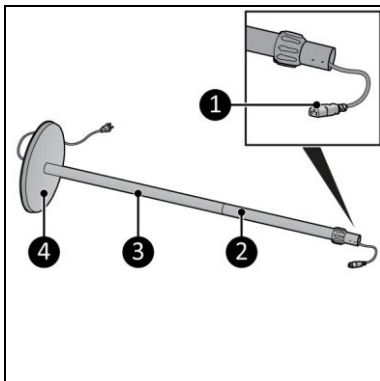

Figura 4
3. Poziționați mufa-mamă (Figura 4, poziția 1) a cablului de alimentare prin bază (Figura 4, poziția 4), tubul inferior (Figura 4, poziția 3) și tubul reglabil (Figura 4, poziția 2).